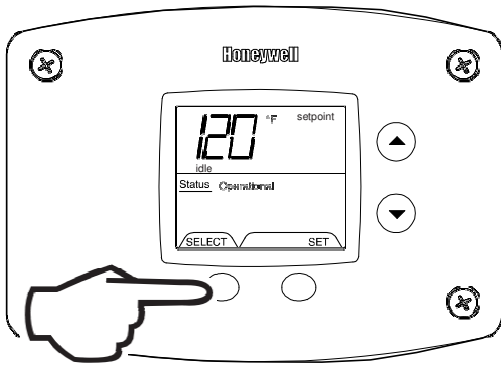

Fig. 34
4. Setpoint (Display/Change) (Fig. 34).